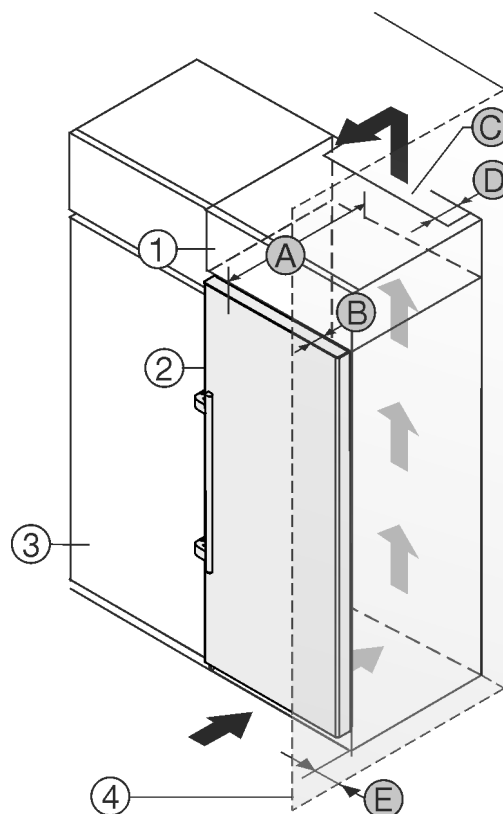

Fig. 8
Skåpet kan byggas in med köksskåpen. För att anpassa skåpet Fig. 8 (2) till höjden på köksskåpen kan ett överskåp Fig. 8 (1) monteras.
Skåpet kan placeras direkt intill köksskåpet Fig. 8 (3). För att öppna dörrarna helt måste skåpet skjuta ut med djupet Fig. 8 (B) i förhållande till köksskåpets front. Beroende på köksskåpens djup och användningen av väggdistanshållare kan skåpet skjuta ut ännu mer.
- På överskåpets baksida ska det finnas ett ventilationsloch med djupet Fig. 8 (D) längs hela överskåpets bredd.
- Under innertaket måste ventilationsarean Fig. 8 (C) observeras.
Om skåpet placeras med gångjärnen vid en vägg Fig. 8 (4), ska avståndet Fig. 8 (E) mellan skåpet och väggen observeras. Detta motsvarar handtagsavståndet med öppen dörr.